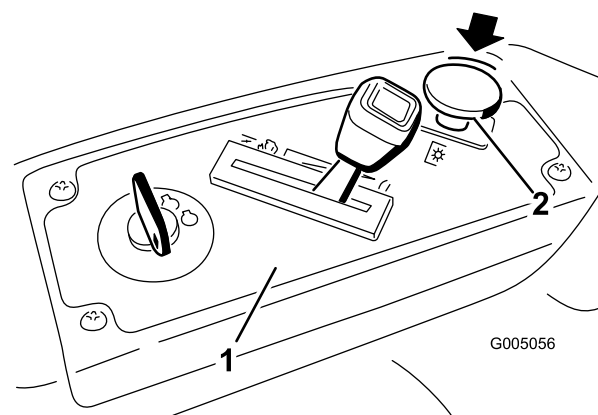

Figura 12
Per disinnestare le lame spostate il relativo comando in posizione Off (Figura 12).
- Disinserite le lame spostando il comando delle lame in posizione Off (Figura 12).